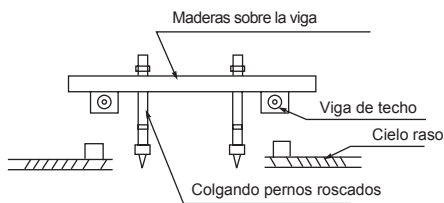
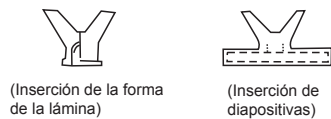

Fig.5-3
Fig.5-4
- Por favor, consulte Fig.5-3 Fig.5-4.